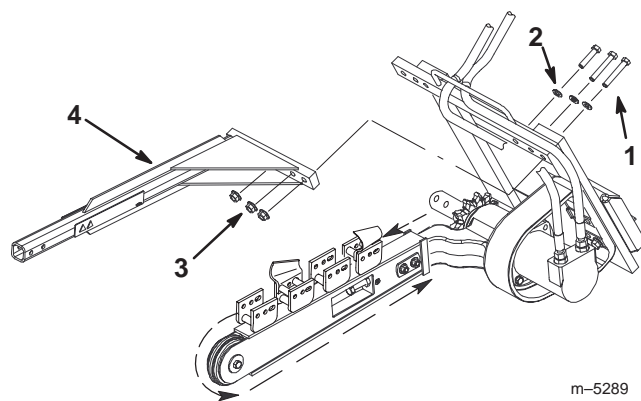

Bild 3
1. Entfernen Sie die 3 Schrauben, Scheiben und Bundmuttern von der oberen linken Ecke des Rahmens des Grabenziehers (Bild 3).
2. Montieren Sie die Sicherungsstange des Grabenziehers mit den in Schritt 1 entfernten Befestigungsteilen, siehe Bild 3.